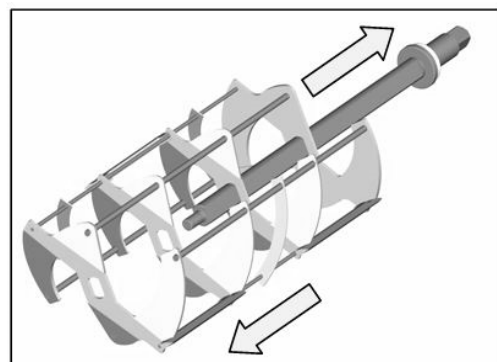

Fig.13
- Sfilare l'albero centrale dall'agitatore (Fig.13).